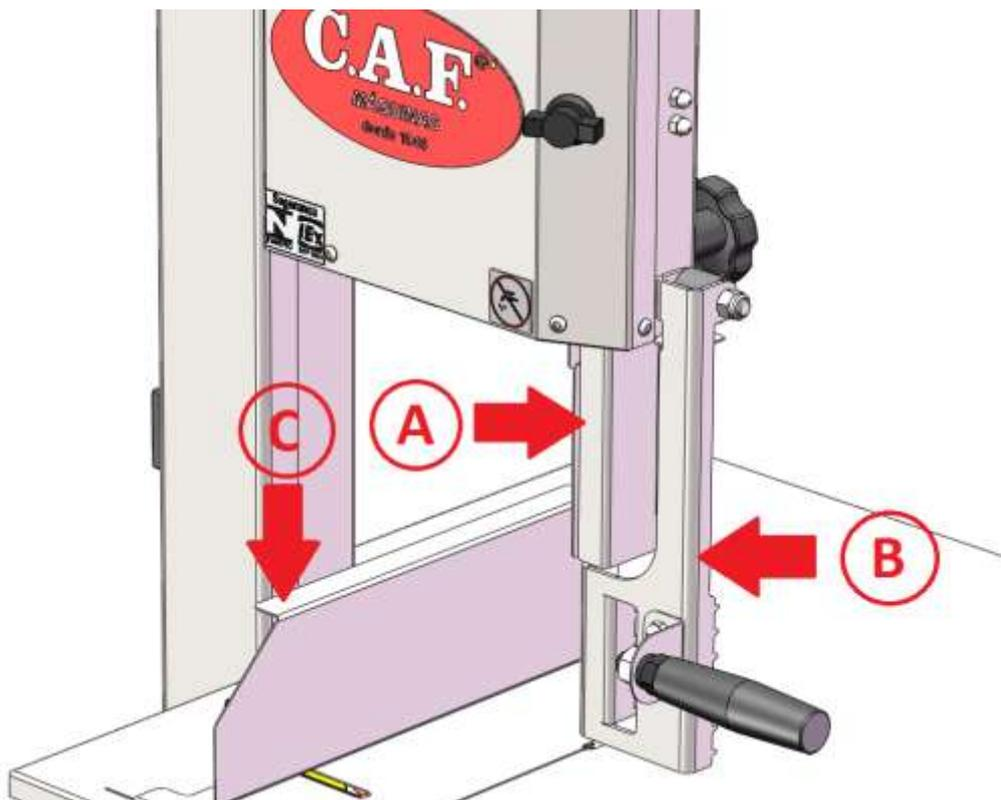

Fig. 14: Encosto Protetor da lâmina / Empurrador Vertical / Limitador de Fatias
- Regule inicialmente, com a máquina desligada, o encosto protetor (item A - Fig.14) e o limitador de fatias (item C - Fig. 14).